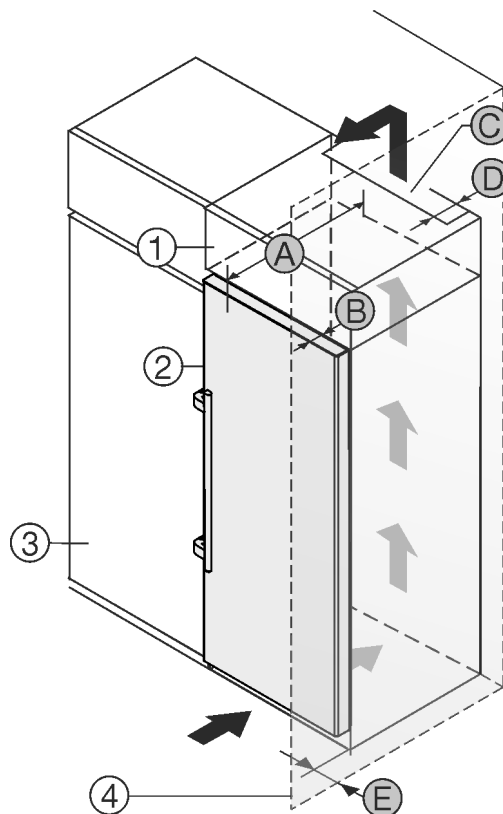

Fig. 8
Enheten kan bygges inn i kjøkkenskap. For å tilpasse enheten *Fig. 8 (2)* til kjøkkeninnredningens høyde, kan et innbyggings-skap *Fig. 8 (1)* monteres over enheten.
Enheten kan plasseres rett ved siden av kjøkkenskapet *Fig. 8 (3)*. For å kunne åpne dørene helt må enheten rage dybden *Fig. 8 (B)* lenger ut enn fronten på kjøkkenskapene. Avhengig av kjøkkenskapenes dybde og bruk av veggavstandsstykker kan enheten rage enda lengre ut.
- På baksiden av skapmodulen over enheten må det installeres en ventilasjonskanal med dybden *Fig. 8 (D)* over hele skapmodulens bredde.
- Ventilasjonstverrsnittet *Fig. 8 (C)* under taket i rommet må overholdes.
Hvis enheten plasseres med hengslene mot en vegg *Fig. 8 (4)*, må avstanden *Fig. 8 (E)* mellom enheten og veggen overholdes. Dette tilsvarer hvor mye håndtaket stikker ut når døren er åpen.